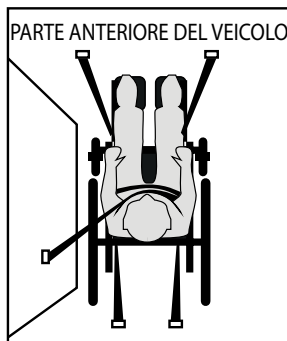

**Figura 1.** Assicurare la sedia
- Per determinare se la Sedia a rotelle presenta l'opzione WC-19 Transit Down o l'opzione di trasporto, consultate la figura 1 (pagina 7).
Attaccate le 4 cinghie tie down solo ai punti di attacco appositamente progettati e etichettati, indicati dai simboli di ancoraggio sulla sedia. **Vedere figura 1.**